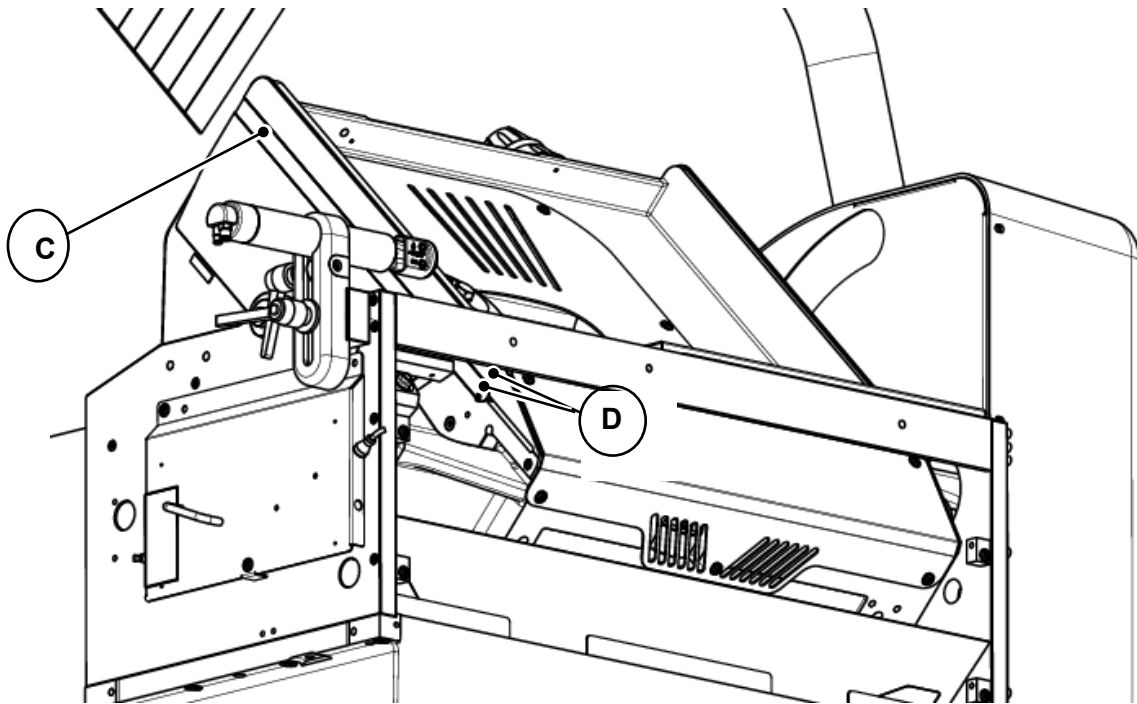

Fig. 09-16
- 4) Retire a placa antiga "C" (Fig. 09-16) que se desgastou atuando nos respectivos 2 parafusos de fixação "D" (Fig. 09-16) deslizando-a desde a parte superior da cabeça.